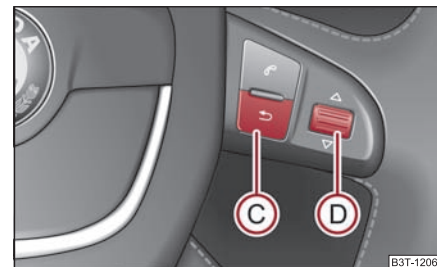

Fig. 28 Ecran d'informations: Eléments de commande sur le volant multifonctions
- Vous pouvez activer le **MAIN MENU (MENU PRINCIPAL)** en appuyant pendant plus d'1 seconde sur la touche **(C)** ⇒ page 27, fig. 28.